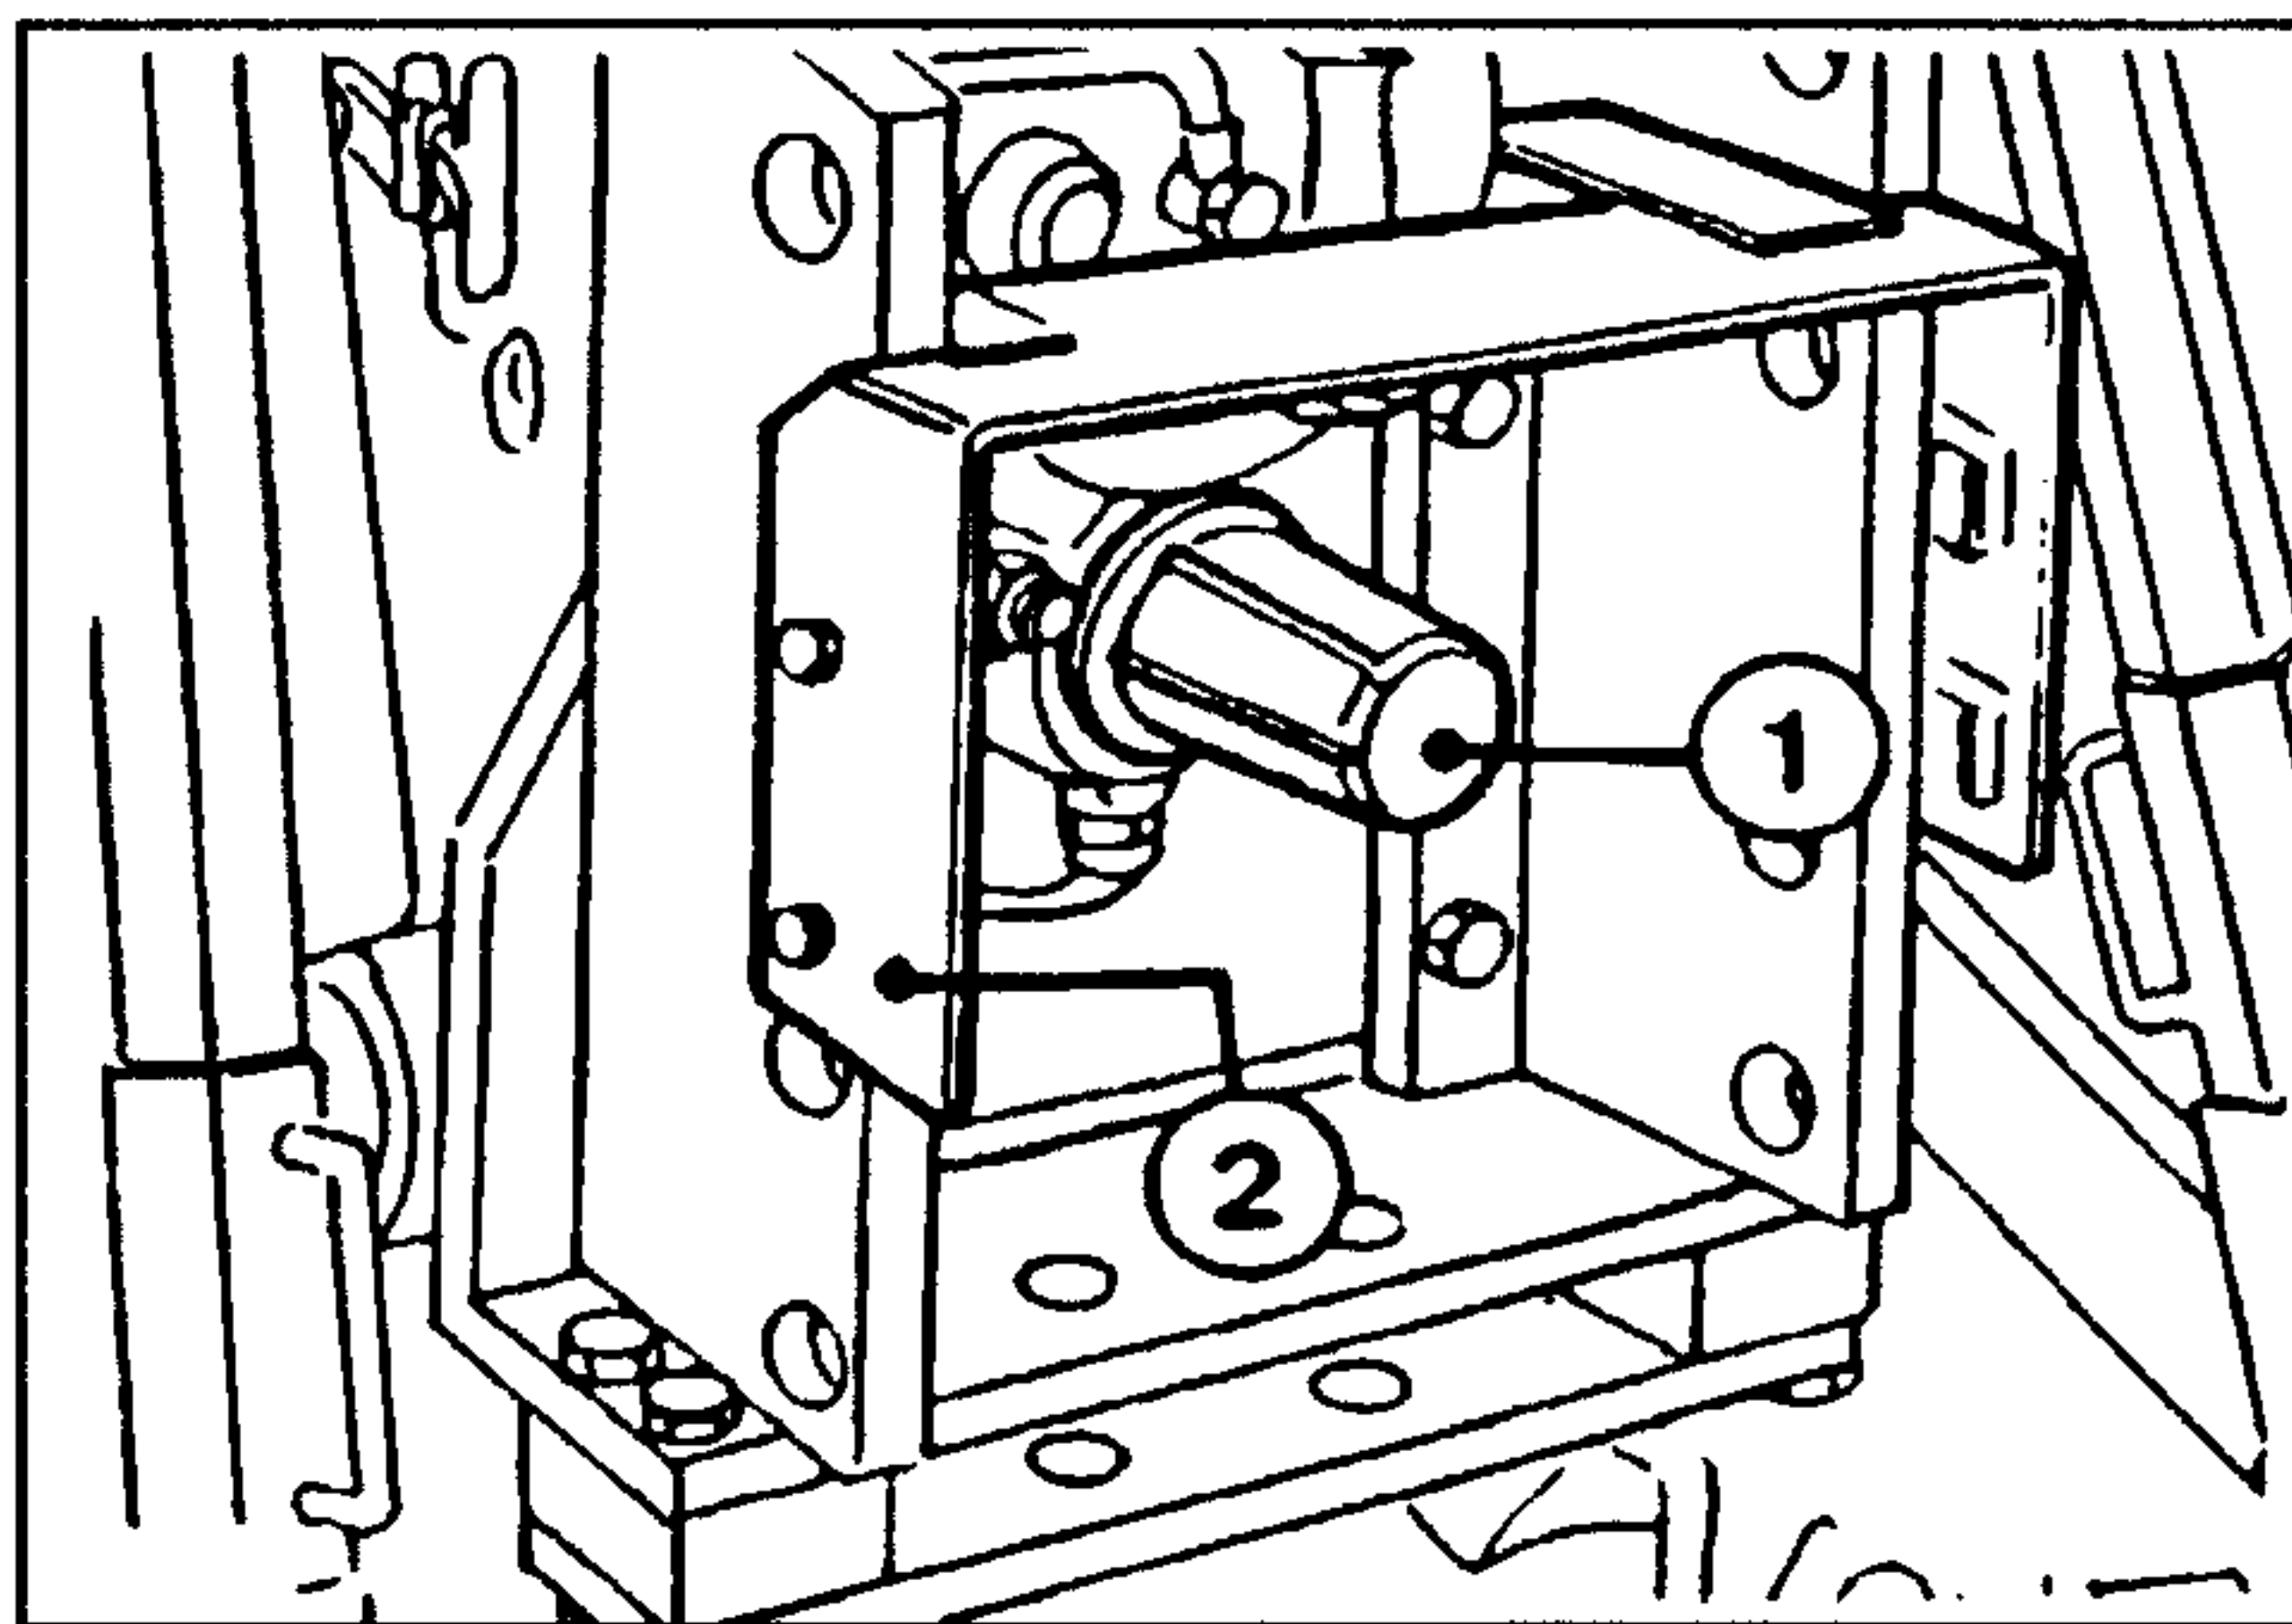

Fig.4-35
1. Desenroscar y quitar el capuchón de protección de la TdF y conservarlo en la caja porta-herramientas para volver a montarlo más tarde (Fig. 4-35).
3. Cerciorarse que todas las protecciones 1 y 2 estén montadas (Fig.4-35).